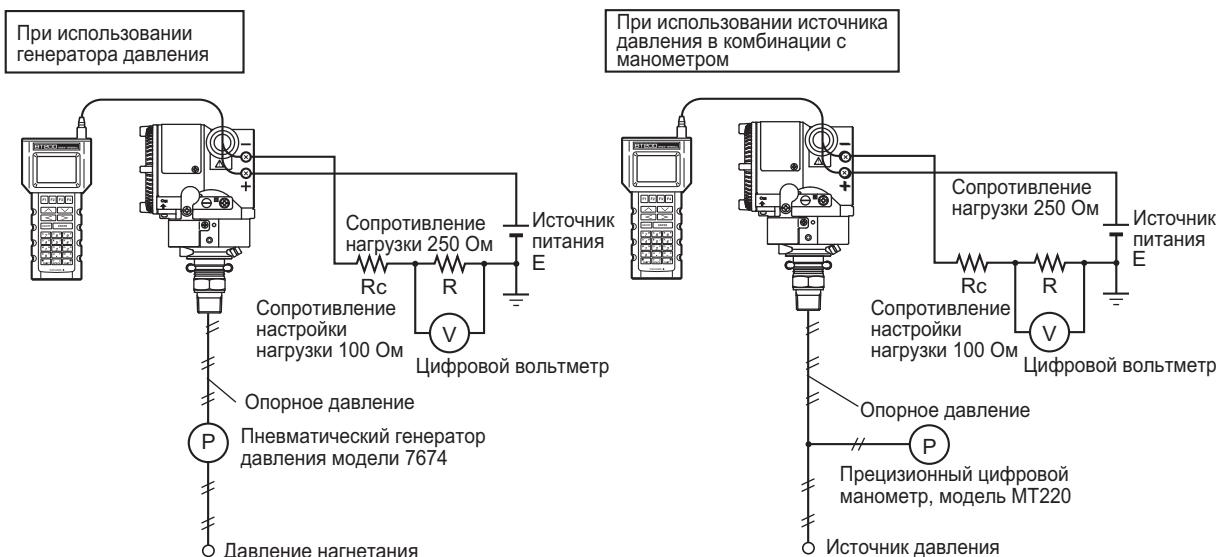

Рисунок 8.1. Схемы подключения прибора (выход 4-20 мА)
- Соедините приборы так, как показано на Рис. 8.1, и прогрейте их в течение не менее 5 мин.